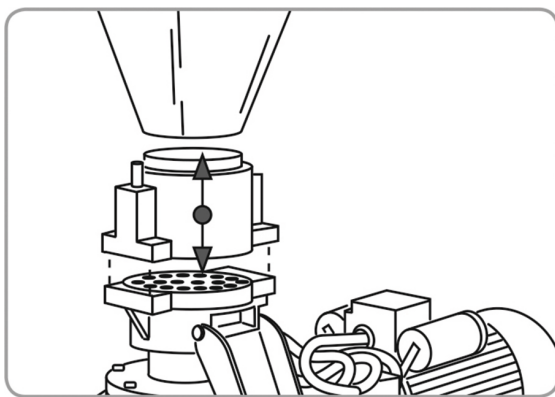

Рисунок 3. Зняття корпусу гранулювальної камери.
- Зняти бункер завантаження (рисунок 3).
- Аналогічно п.6.5. зняти завантажувальний бункер, корпус грануляційної камери та притискні ролики (рисунок 3).